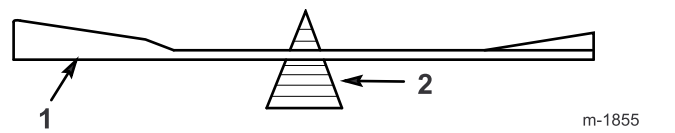

Figura 43
2. Controllate l'equilibrio di ciascuna lama collocandola su un bilanciatore (Figura 43).